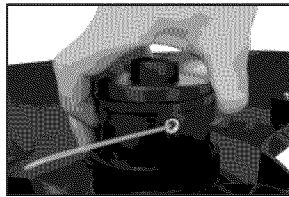

Figure 22 - Déverrouillage du couvercle de la bobine
1. Appuyez sur les deux languettes de verrouillage en maintenant le boîtier de la bobine. (voir la Figure 22).